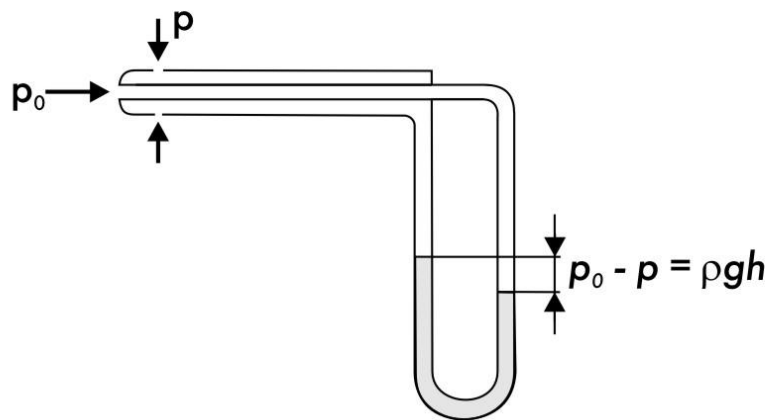

Рис. 6.5
- Для измерения скорости газа применяется трубка Пито-Прандтля (рис. 6.5).